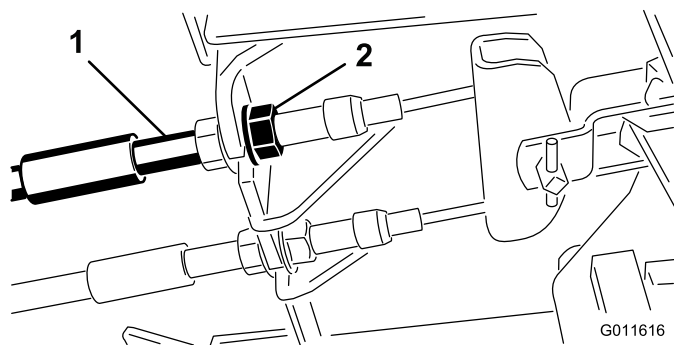

Figura 63
1. Para reducir la holgura de los pedales de freno, apriete los frenos aflojando la tuerca delantera del extremo roscado del cable de freno (Figura 63).